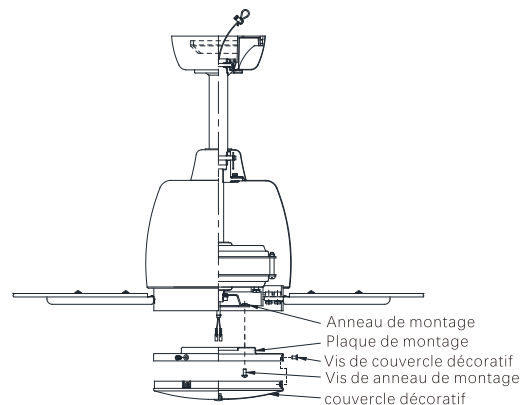

Fig.16
**Étape 1.** Les deux vis de la anneau de montage fixée à l'arbre du moteur doivent être desserrées et la troisième vis doit être retirée et conservée. (Fig. 16)
Tournez la plaque de montage dans le sens des aiguilles d'une montre jusqu'à ce qu'elle s'enclenche aux extrémités étroites des fentes du trou de serrure. Serrez les deux vis en forme de trou de serrure, réinstallez la troisième vis qui a été enlevée précédemment et serrez-la pour la fixer (Fig. 16).
**Étape 1.** Retirez les trois vis de montage préinstallées sur le bord extérieur du couvercle décoratif (Fig 16).
**Étape 2.** Insérez le couvercle décoratif dans la plaque de montage en alignant les trous du bord extérieur du couvercle décoratif sur les trous du bord extérieur de la plaque de montage. Enfillez les trois vis de montage précédemment retirées dans le couvercle décoratif et la plaque de montage, et serrez-les pour les fixer. (Fig 16)